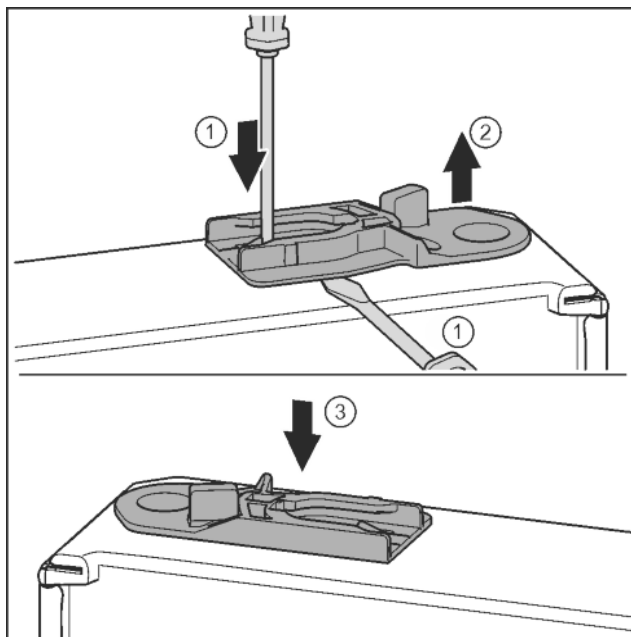

Fig. 35
- ▶ Húzza ki a vezetőhüvelyt: Nyomja a fedőlemezt a csavarhúzóval, és közben nyúljon a csavarhúzóval a vezetőhüvely alá. *Fig. 35 (1, 2)*
- ▶ Tolja be a kiszállított csomagban található vezetőhüvelyt a ház másik oldalára. *Fig. 35 (3)*